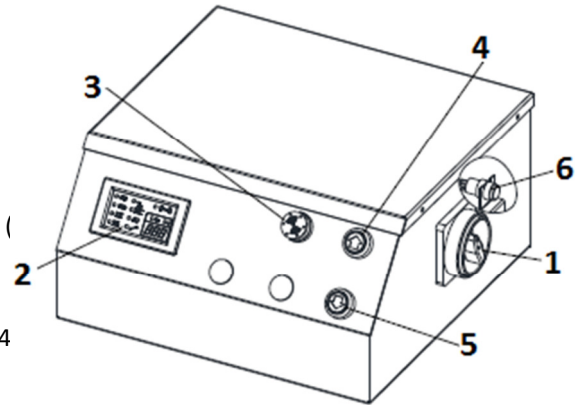

Fig. 8
3. Tourner l'interrupteur principal (1, fig.8) sur I (À).
6. Maintenant, maintenez le bouton IGNORE (6, fig.8) pressé en même temps que le bouton HEF, le pont fait maintenant une course supplémentaire de 70 mm, ceci est nécessaire pour purger les cylindres. On peut également voir des bulles d'air courir à travers le tuyau transparent.
7. Abaissez maintenant les plates-formes en appuyant sur le bouton DESCENDRE (5, fig.8). Le pont va maintenant descendre à la hauteur de sécurité (400mm), maintenant relâchez le bouton et appuyez à nouveau dessus, la dernière partie un bip retentit et un voyant (3, fig.8) clignote pendant la descente.